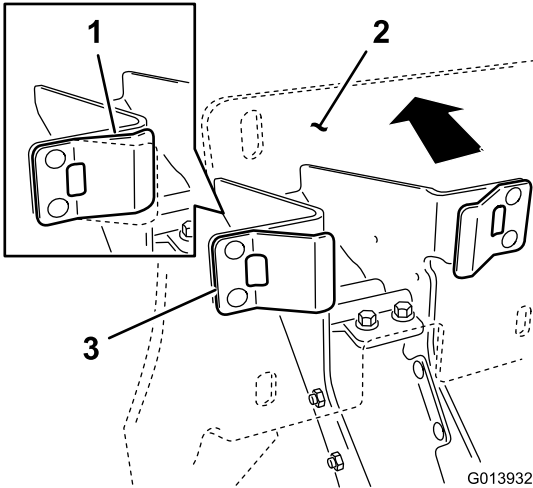

Figure 8
1. Vérifiez que les butées en plastique sont en contact avec les pattes élastiques, et exercez une pression suffisante contre la plaque d'appui pour comprimer à moitié les pattes élastiques (Figure 8).